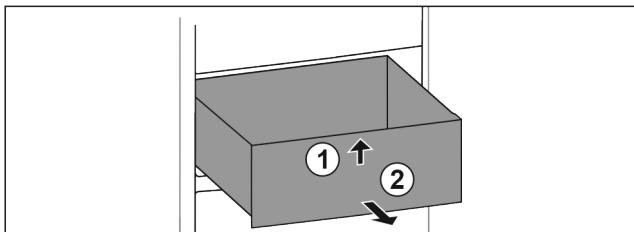

Fig. 62
- Повдигнете чекмеджето отпред. Fig. 62 (1)
- Извадете чекмеджето напред. Fig. 62 (2)